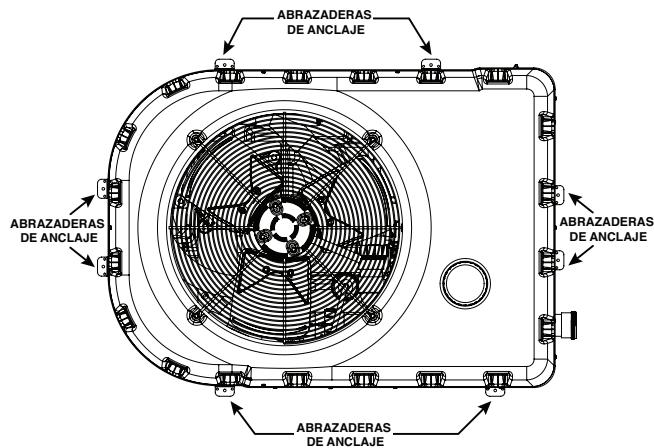

Figura 5: Ubicaciones de las abrazaderas de anclaje
2. Coloque las abrazaderas en la base del calentador en los ocho (8) lugares, como se muestra en la **Figura 5**.